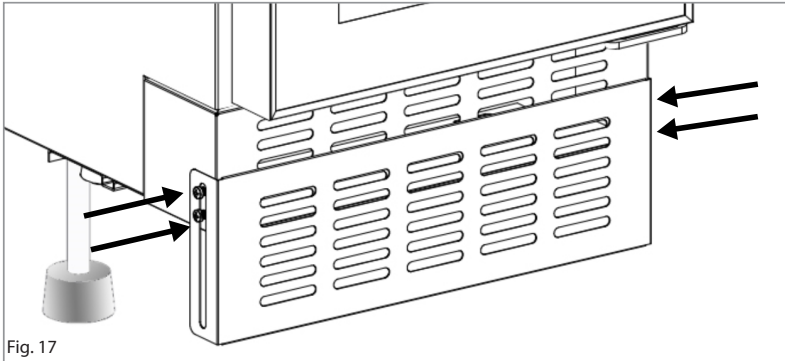

Fig. 17
1. Løsn de to skruer på hver side af sokkeldækpladen (fire skruer i alt – fig. 17).